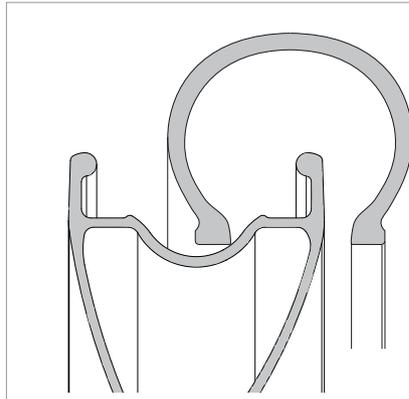

Fig.13
- Monte un talón del neumático en el canal central de la llanta (Fig.13).